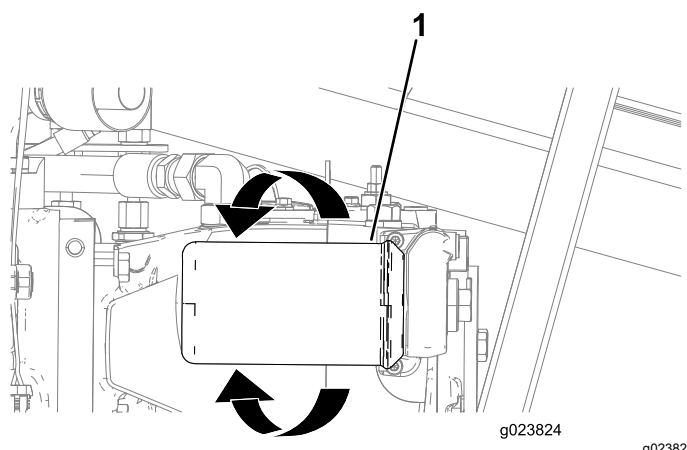

Рисунок 126
3. Поместите сливной поддон или уложите ветошь под фильтр линии нагнетания (Рисунок 126).
4. Поверните фильтр линии нагнетания против часовой стрелки и снимите его (Рисунок 126).
6. Совместите фильтр линии нагнетания с местом его посадки и поверните его по часовой стрелке, пока уплотнение фильтра не войдет в контакт с переходником (Рисунок 126).